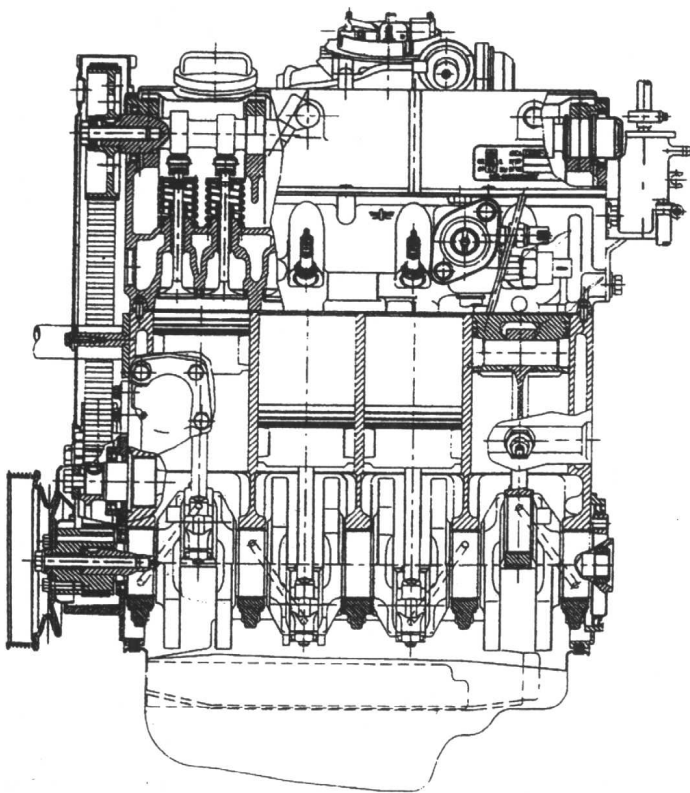
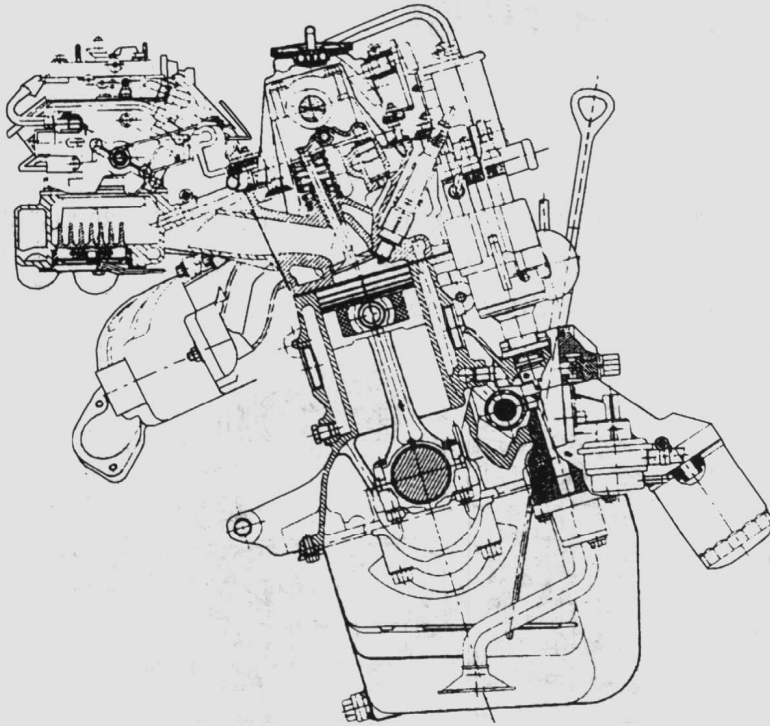

图 2-1 CA488 型发动机纵剖面图
图 2-2 CA488 型发动机横剖面图
发动机是由曲柄连杆机构(气缸体、气缸盖、活塞及连杆等)和配气机构(气门及凸轮轴等),以及润滑、冷却、燃料三个系构成,见图 2-1、图 2-2。
(1) 该系列产品覆盖面大,通用性程度高,可生产出 1.8 ~ 2.5 L 的工作容积的发动机;配备不同附件后,功率变化范围为 59 ~ 107 kW、转矩变化范围可达 130 ~ 232 N·m。
(2) 整机参数合理,结构紧凑,活塞行程/缸径 < 1 ,整机长度尺寸小,利于整车总体布置要求。见图 2-1、图 2-2。
(3) 发动机采用单顶置凸轮轴(SOHC)结构;用齿形带传动,具有结构简单、无需润滑、噪声低、刚度好,可充分发挥高速功能等特点。
(4) 为降低自身质量和提高传热性能,采用铝合金气缸盖。气门呈直线布置,采用先进的快速燃烧室,提高了燃烧室内进气旋流,在使用同标号燃油情况下,压缩比可提高 0.5;不仅提高发动机低速动力性,又改善了排放和整车性能。
(5) 配气机构采用滚子式冲压摇臂和液压挺杆,从而降低整机的噪声和改善怠速时经济
答:传递动力的曲柄连杆机构是由活塞连杆组及曲轴飞轮组等两部分构成,见图 2-1、图 2-2。